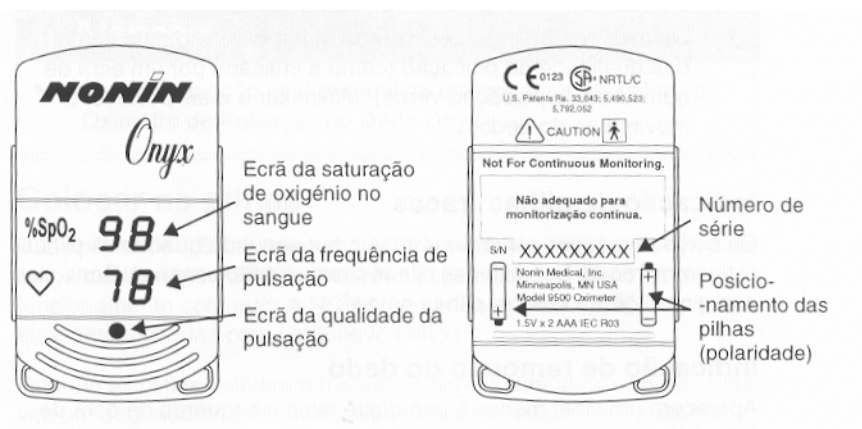
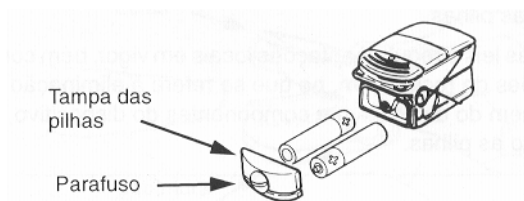

Figura 2. Os displays e tampa traseira do Onyx 9500.
Figura 3. Colocar pilhas novas.
1. Desapertar o parafuso na extremidade do Onyx 9500 (Figura 3) usando uma moeda ou uma chave de parafusos achatada padrão. Retirar a tampa das pilhas.
3. Colocar duas pilhas novas de 1,5 volt, tamanho AAA (Figura 3). Seguir as marcações de polaridade (+ e -), como acima ilustrado ou como indicado na cobertura traseira (consultar a cobertura traseira na Figura 2, na página 5). **O posicionamento correto das pilhas é essencial para que o Onyx 9500 funcione.**
4. Voltar a colocar com cuidado a tampa das pilhas. **Não** forçar a tampa para o lugar. A tampa das pilhas encaixa apenas quando está corretamente colocada (ver Figura 3).